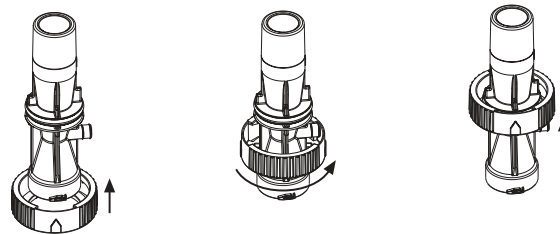

Abb. 12: So führt man den Wassereinlass-Bajonettverschluss auf die Venturi-Düse
- Führen Sie den Wassereinlass-Bajonettverschluss auf die Venturi-Düse (Abb. 12).